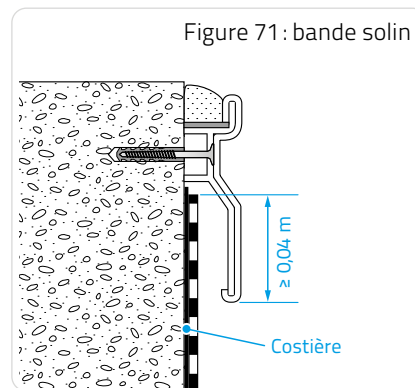

Figure 71 : bande solin
□ Dispositif en tête de relevé (Figures 71, 72, 73 et 74).